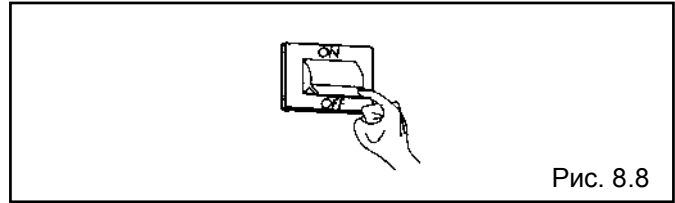

Рис. 8.8
- отключите электропитание котла, установив общий выключатель системы в положение «выключено» (рис. 8.8);